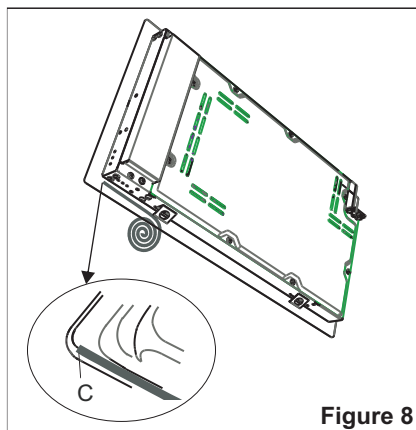

Figure 8
- Appliquez le ruban autoadhésif "C" tout autour du coin inférieur de la plaque de cuisson. N'étirez pas la bande. (Figure 8)